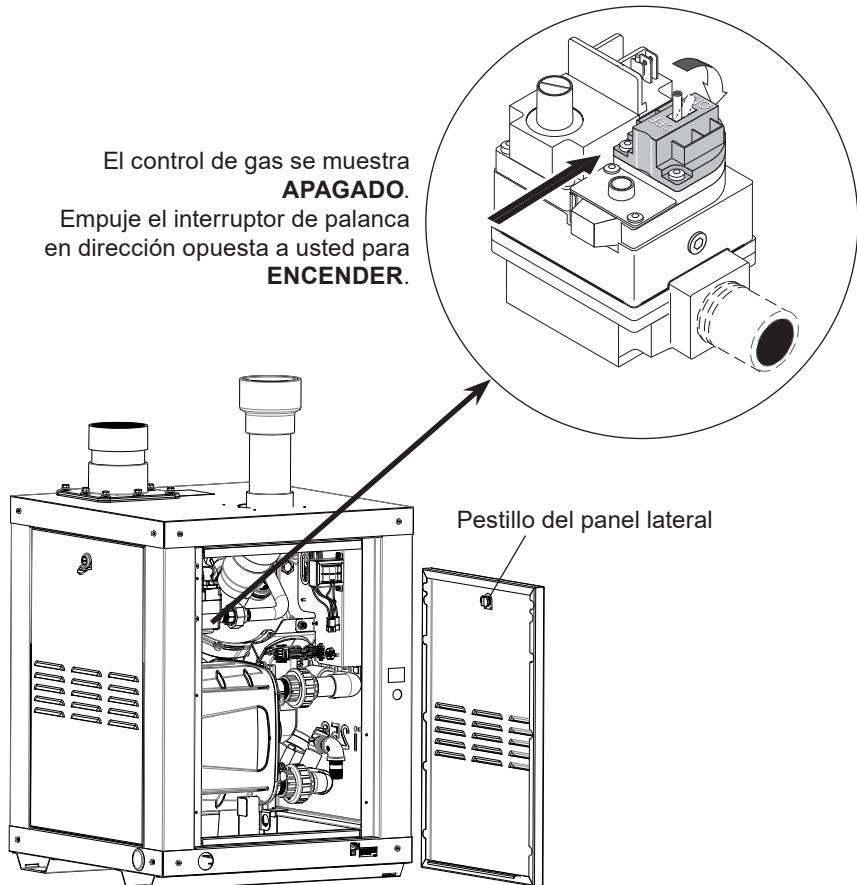

Figura 1.
2. Retire el panel lateral del calentador para acceder a la válvula de control de gas. Con un destornillador plano, haga presión y gire para desatar el panel. Consulte la figura 1.